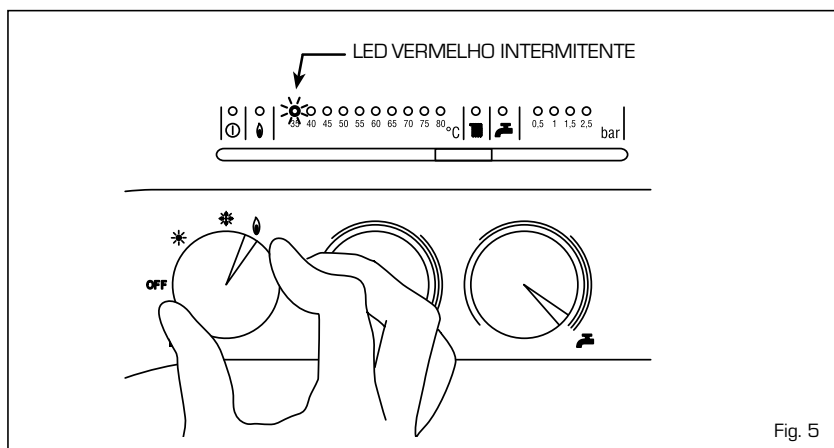

Fig. 5
- **Intervenção do termostato de segurança** (fig. 5)